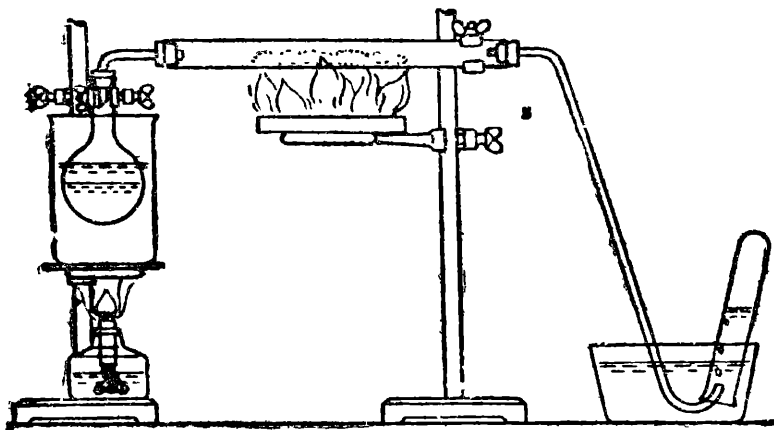

Рис. 6. Прибор для получения этилена.
3. Получение этилена и его применение. В лаборатории этилен получают из *винного спирта* путём отнятия от него элементов воды. Для этого спирт нагревают с серной кислотой или пропускают пары спирта над нагретым катализатором — окисью алюминия, каолином (белая глина) и другими (рис. 6 — в колбочке нагревается спирт, в трубке находится катализатор):